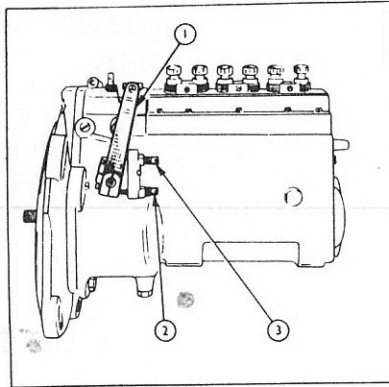

Fig. 15
- Alors que le moteur tourne, desserrer le contre-écrou de la vis de réglage du ralenti (Fig. 15).